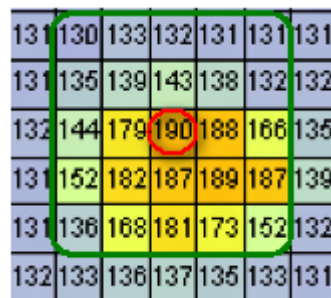
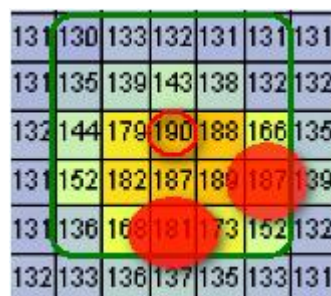

Figure 5-35: 開啟大面積運算法觸控後報點示意圖
Figure 5-36: 未開啟大面積運算法觸控後報點異常示意圖
- ◆ 如下圖 Figure 5-35 為開啟大面積運算法觸控報點示意。有開啟此功能，按壓面積符合大面積並點時，會儘量將報點鎖定在按壓中心最大值 190 部分。未開啟時有可能會因為能量分佈造成報點異常現象。如下圖 Figure 5-36 紅色點圈報點異常示意。